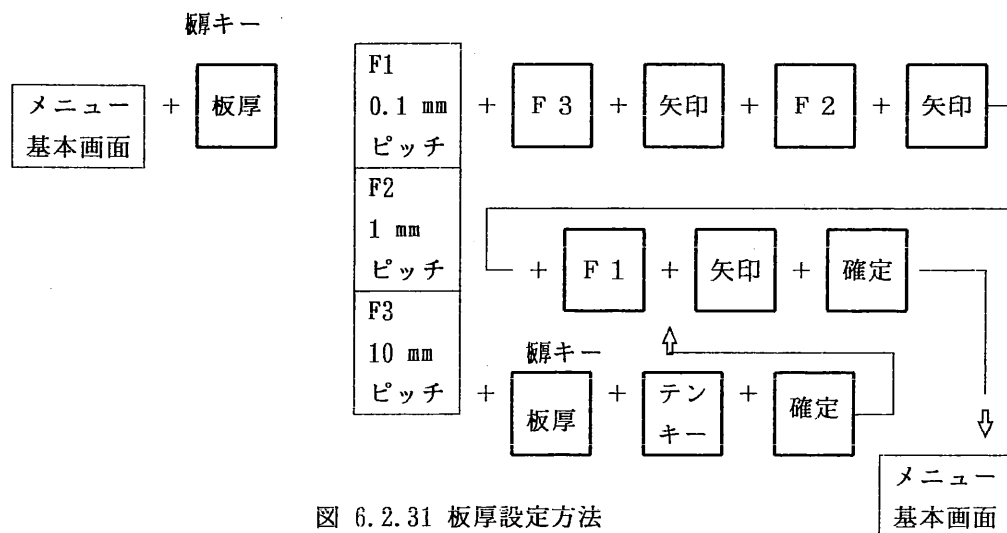

図 6.2.31 板厚設定方法
- ① 機能キー〔板厚〕を1回押します。メニューエリアに図 6.2.31 に示したように選択メニューを表示させます。
- ② 矢印キーで、板厚値を入力する場合は、図 6.2.31 のように、先ず選択キー〔F 3〕で10 mm ピッチを選択し、矢印キーで所定の数値を入力し、次に選択キー〔F 2〕で1mm ピッチを選択し、矢印キーで所定の数値を入力し、最後に、選択キー〔F 1〕で0.1 mmピッチを選択し所定の数値を入力して下さい。